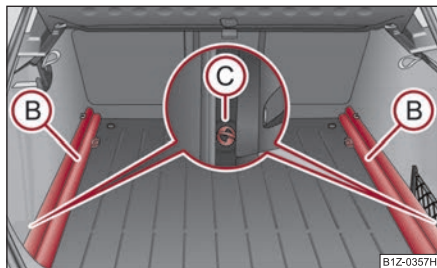

Fig. 100 Maletero: Desmontar las guías portantes
- Desbloquee los rieles portantes (B) girando las argollas de fijación intercambiables (C) a derecha, aprox. 90° ⇒ fig. 100.